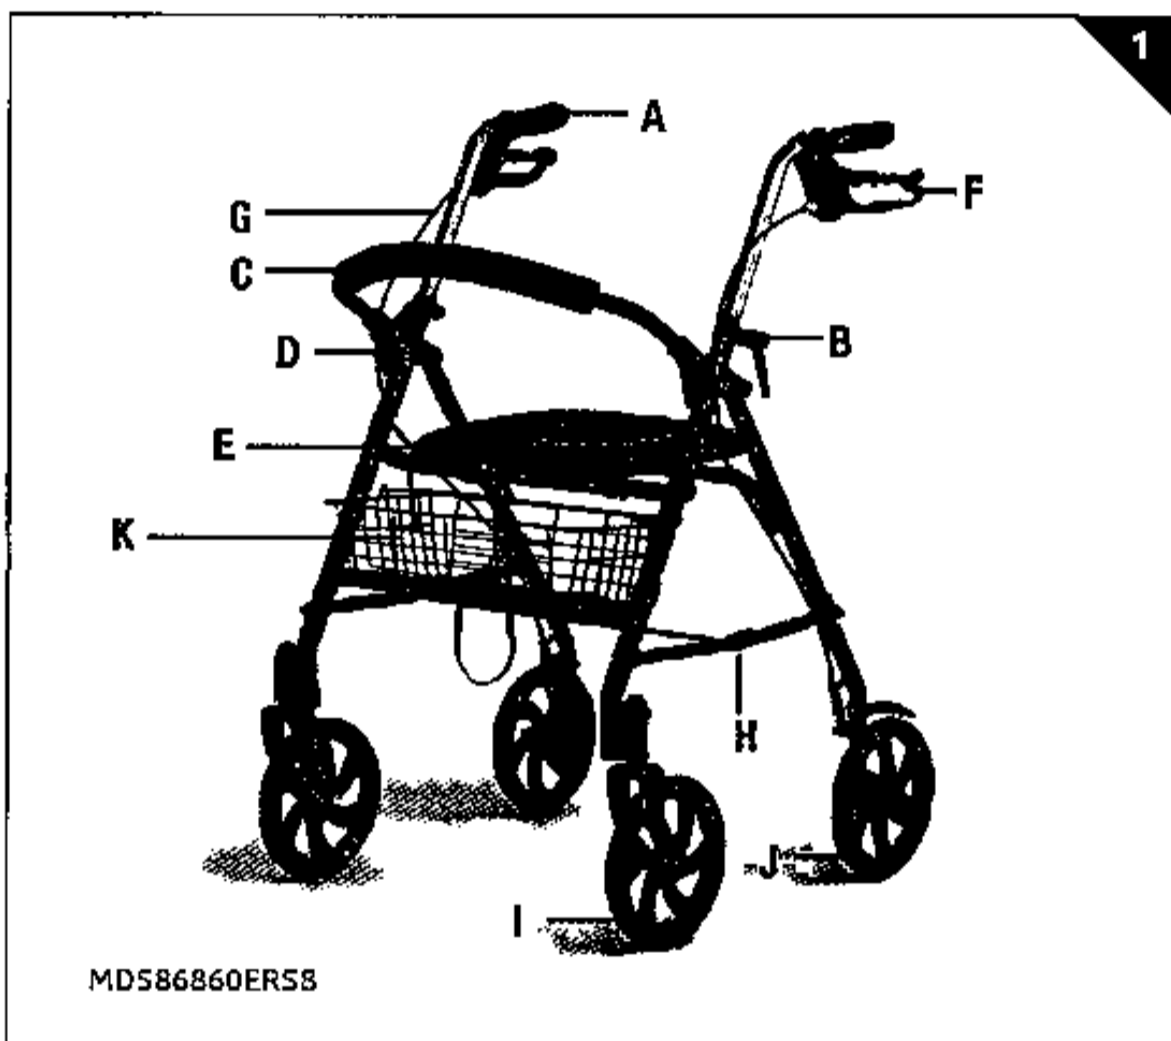

Figure 1 : Déambulateur à roulettes assemblé
1. Retirez avec précaution les composants du déambulateur à roulettes de la boîte d'expédition. Référez-vous au schéma (**Figure 1**) au besoin.